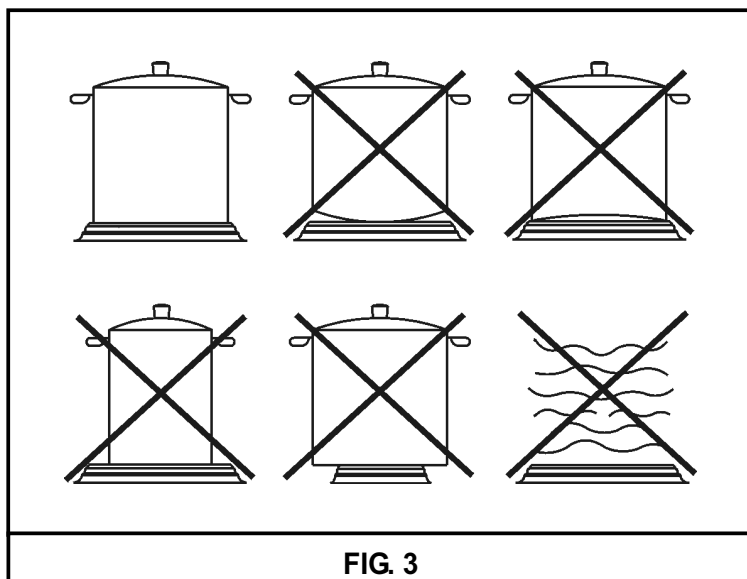

FIG. 3
- *Utiliser des casseroles à fond plat et épais (voir fig. 3).*